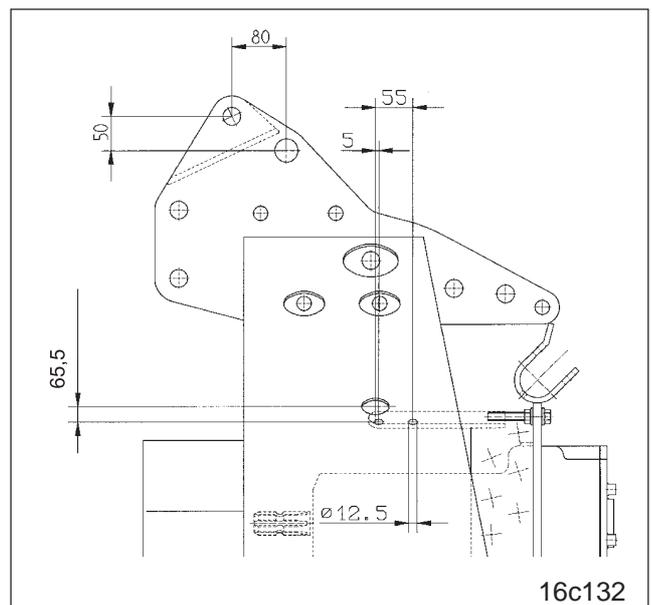

Fig. 6.3
- Percez d'abord sur la tête d'attelage des trous de fixation $\varnothing 12,5\text{mm}$ comme indiqué à la fig. 6.3.